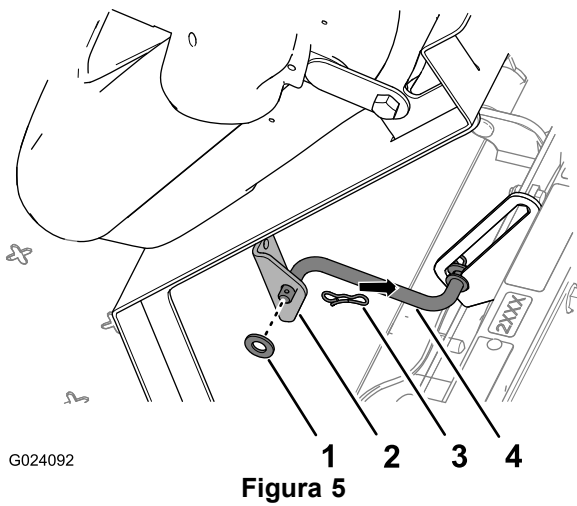

Figura 5
2. Retire la chaveta que sujeta la varilla de sujeción al soporte en la parte inferior de la chapa del asiento (Figura 5).